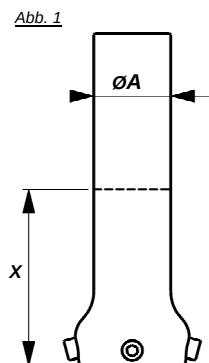

Abb. 2
C) SCHNITT DER LÄNGE (Abb. 1 et Abb. 2)